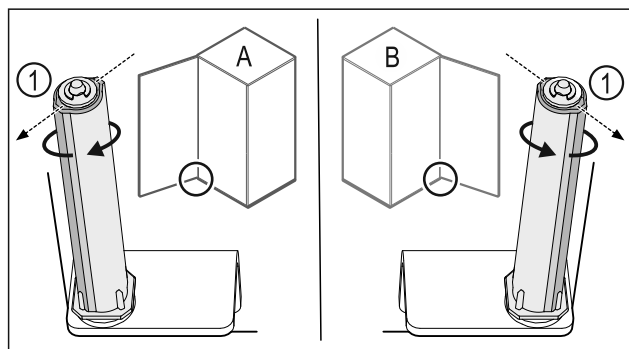

Fig. 39 Levo omejilo (A) / desno omejilo (B)
- ▶ Obrnite zaporni sistem proti uporu, dokler ni mostiček zapornega sistema Fig. 39 (1) obrnjen navzven.